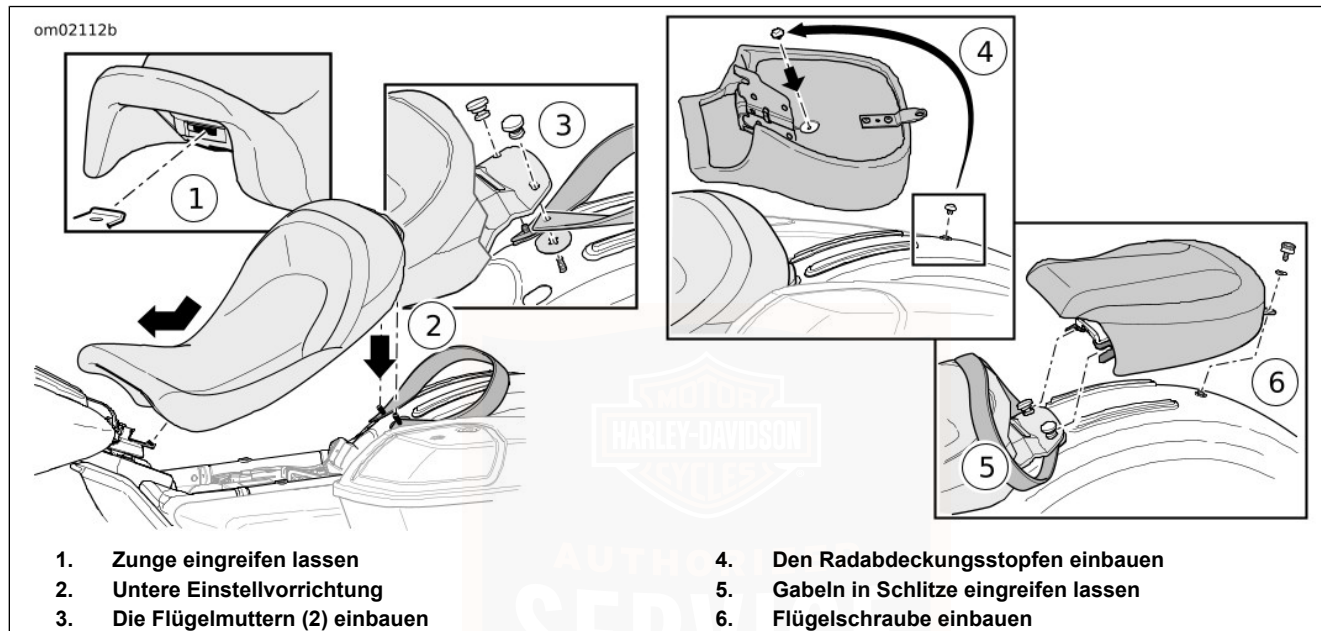

Abbildung 70. Den Fahrer- und Soziussitz einbauen
2. Siehe Abbildung 70. Den verchromten Radabdeckungsstopfen unter dem Soziussitz anstelle der Rändelschraube an der hinteren Radabdeckung (4) installieren.
1. Siehe Abbildung 70. Den Sitz vorwärts schieben, bis die Zunge in den Schlitz im Sitzrahmen (1) einrastet. Den hinteren Teil des Sitzes auf die Sitzbefestigungsschrauben (2) absenken.
3. Die Sitzbefestigungsflügelmutter (3) anbringen. Sicher anziehen.